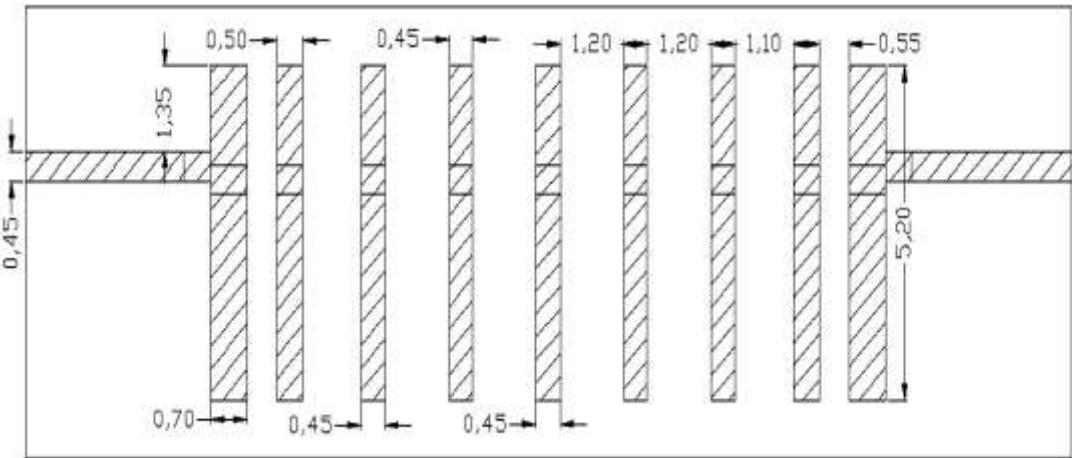

Рис. 2
2. С использованием САПР Microwave Office произвести моделирование микрополоскового ППФ с полуволновыми электромагнитными связями в диапазоне частот от 8 до 12 ГГц. Построить на одном графике частотные зависимости $S21$ и $KCBn$. Определить полосу пропускания фильтра. Внешний вид топологии фильтра приведен на рис. 2.